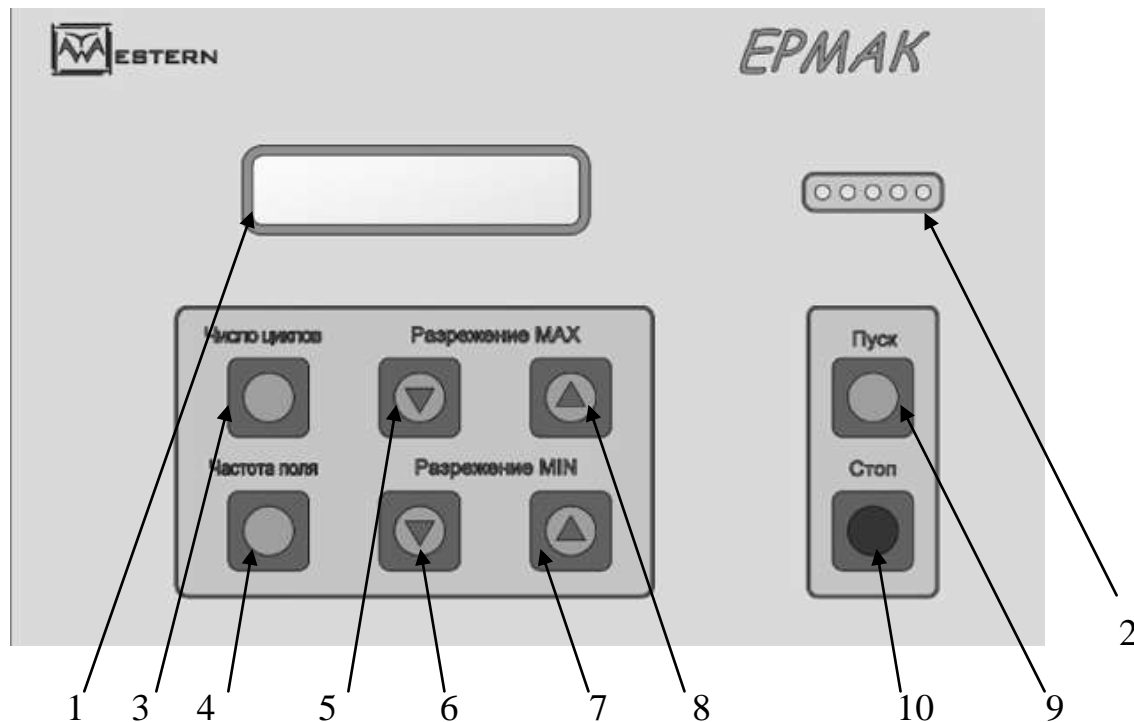

Рис. 4. Панель управления аппарата «EPMAK».
2.5.1 На верхней панели блока управления аппарата «ЕРМАК» (см рис. 4) расположены кнопки, позволяющие изменять параметры факторов лечебного воздействия.
Аппарат имеет два режима работы: режим начальных установок и рабочий режим. Переключение между режимами производится кнопками «Пуск» и «Стоп» на панели управления (см. рис. 4).
2.6.3 После нажатия кнопки «Пуск» аппарат переходит в рабочий режим и обеспечивает выполнение процедуры с установленными параметрами. При этом в бегущем режиме желто-зеленым цветом начинает светиться индикатор магнитного поля (см. рис. 4), что свидетельствует о наличии импульсов магнитного поля в индукторе. Одновременно с этим начинает работать компрессор и в колбе, если она приставлена к телу, создается разрежение.